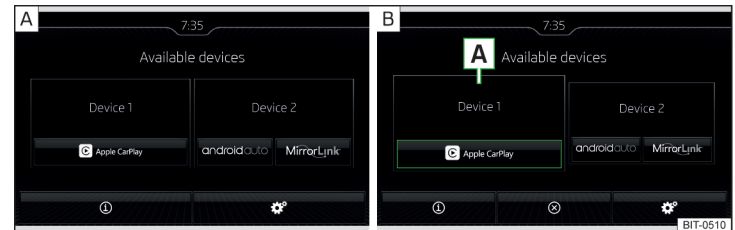

Abb. 218 Hauptmenü: keine Verbindung / Beispiel einer aktiven Verbindung
- ▶ Im Hauptmenü SmartLink das angeschlossene externe Gerät und ggf. den Typ des Kommunikationssystems wählen » Abb. 218 - [A].
- ▶ Um die Verbindung zu beenden, im Hauptmenü SmartLink die Funktionsfläche ⊗ antippen » Abb. 218 - [B].